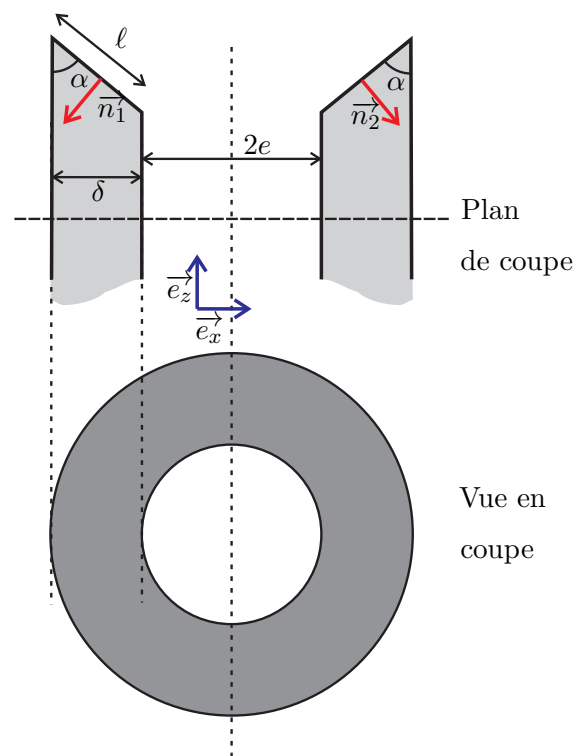

Figure 11 – Force de pression équivalente exercée sur le piston par l'étage à haute pression
Dans le compartiment haute pression, les forces de pression qui s'exercent sur le piston s'appliquent suivant les différentes surfaces du piston en trait noir sur la figure 11. On suppose, pour étudier la résultante de ces forces, que le piston est plongé dans une zone où règne une pression uniforme notée P_H .
12.2. On s'intéresse maintenant aux forces de pression appliquées sur les surfaces obliques. Exprimer la somme des vecteurs unitaires $\vec{n}_1 + \vec{n}_2$ en fonction de \vec{e}_z et de l'angle α . Montrer que la résultante des forces de pression élémentaires exercées sur des éléments de surface diamétralement opposés est dirigée vers le bas suivant le vecteur $-\vec{e}_z$. Etablir la relation entre l'angle α et les longueurs ℓ et δ . En déduire que la résultante de ces forces, notée \vec{F}_o , est verticale et équivalente à la force de pression qui serait exercée par la pression P_H sur la couronne représentée sur la figure 11. Calculer la surface de cette couronne Φ_C en fonction de e , R et D , et exprimer F_o en fonction de P_H et Φ_C puis de P_H , D , R et e .